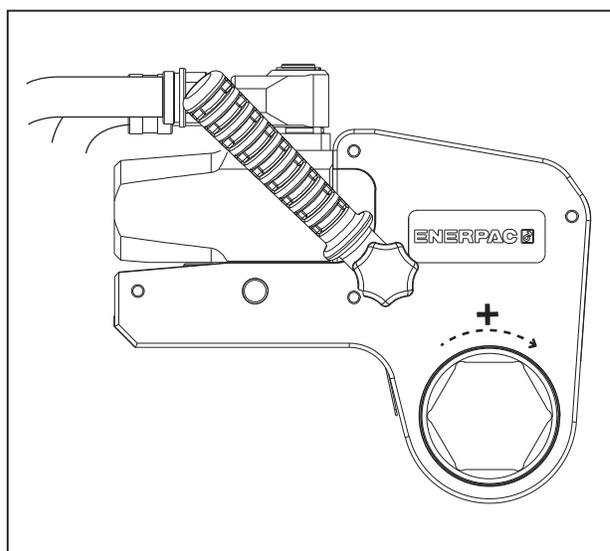

Fig. 9
4.3.1 Serrage d'un écrou ou d'un boulon (fig. 9 et 10)
- Placer le bras de réaction (18) contre un point de réaction approprié (19). Ce point de réaction offrira un contrepoint à la force produite par l'utilisation de l'outil.